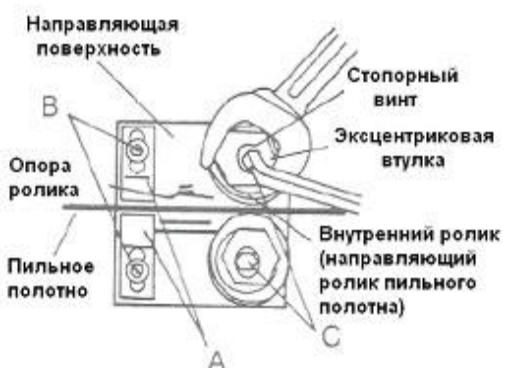

Рис.8
Ослабьте винты (B, рис. 8) и отодвиньте сухари (A) от пильного полотна.